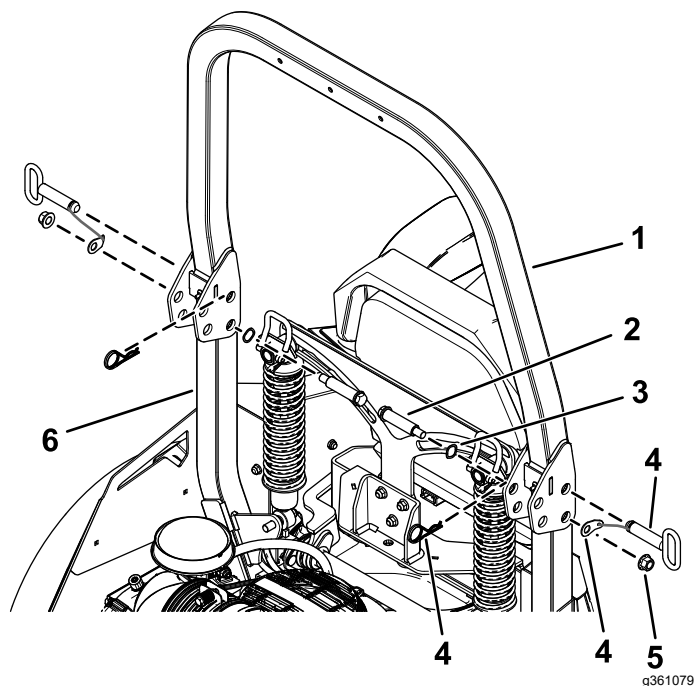

Figura 5
3. Prenda os conjuntos inferiores da barra de segurança no conjunto superior da barra de segurança utilizando os dois parafusos com olhal, duas arruelas de pressão, duas porcas de bloqueio ($\frac{1}{2}$ pol.) e conjunto de pino dobrável (Figura 5).